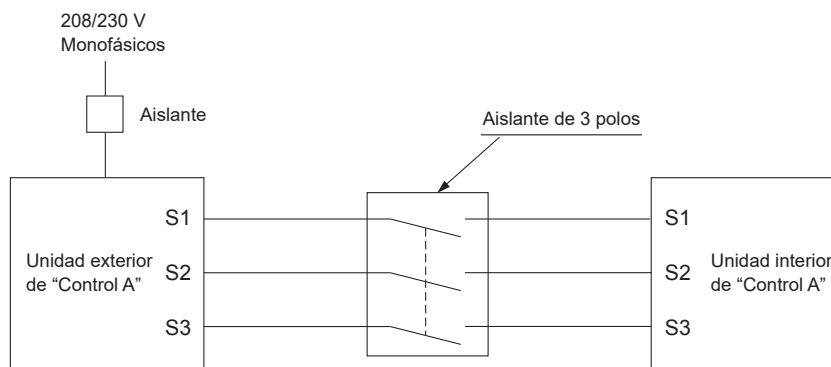

Fig. 1
Indique a los clientes que adhieran las etiquetas incluidas (Fig.1) tanto al disyuntor principal como al panel secundario.
- Indique a los clientes que adhieran las etiquetas incluidas (Fig.1) tanto al disyuntor principal como al panel secundario.